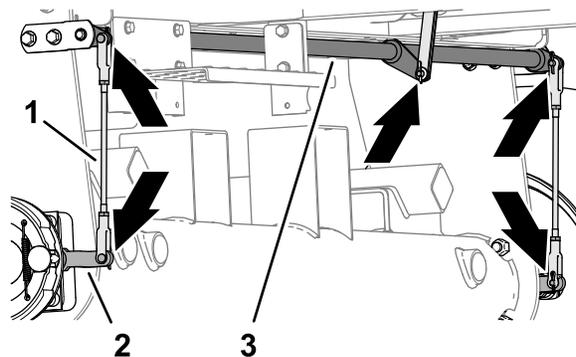

Рисунок 82
1. Проверьте механизм на наличие повреждений и износа левого и правого стержней тормоза в сборе (Рисунок 82).
2. Проверьте поворотный вал тормоза (Рисунок 82) на наличие повреждений и износа.